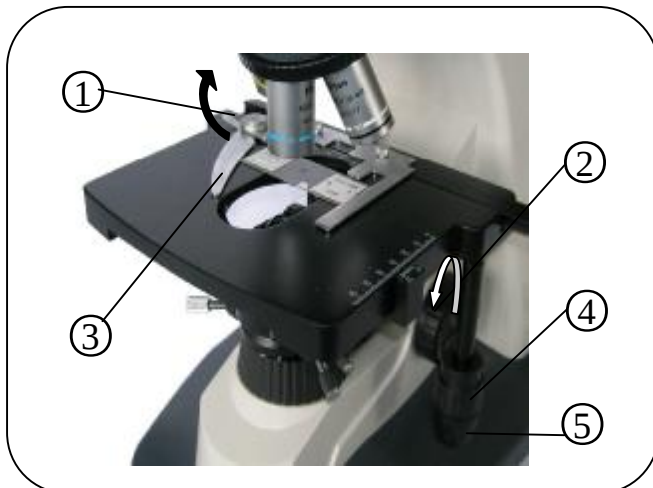

Fig. 7.
2. Specimen emplacing (Fig. 7.)